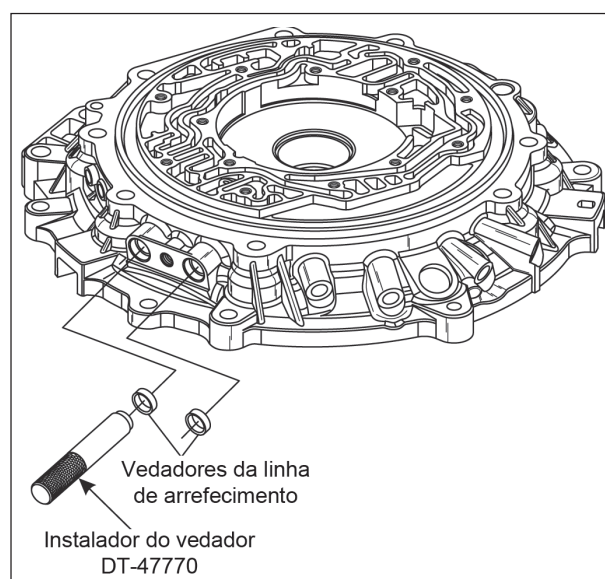

Figura 68
27. Instale novos anéis de vedação das linhas de arrefecimento na carcaça do conversor, conforme mostra a figura 68, utilizando o cabo instalador apropriado.